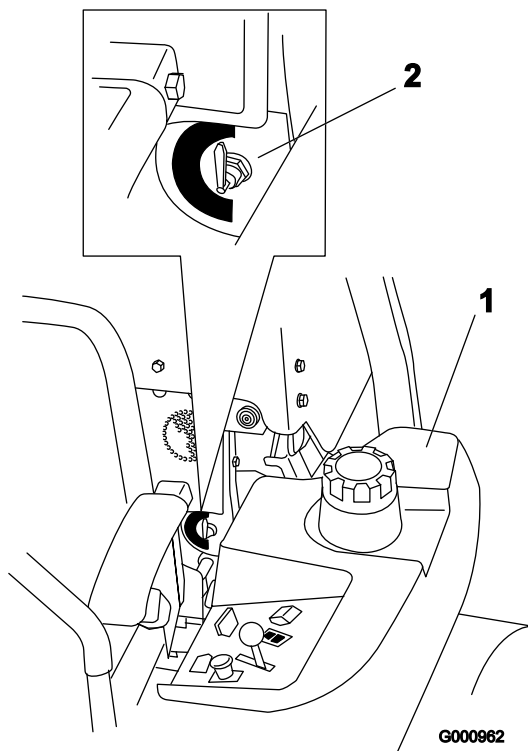

Figura 7
La unidad tiene dos depósitos de combustible. Un depósito está en el lado izquierdo y el otro está en el lado derecho. Cada depósito está conectado a la válvula selectora de combustible. Desde allí, un tubo de combustible común va al motor (Figura 7).
Para utilizar el depósito de combustible del lado izquierdo, gire la válvula selectora de combustible a la posición de la izquierda (LH). Para utilizar el depósito de combustible del lado derecho, gire la válvula selectora de combustible a la posición de la derecha (RH) (Figura 7).